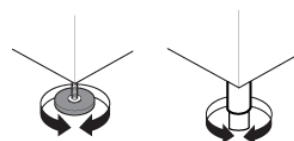

Fig. 5
- 3- Positionner et mettre la machine à niveau à l'aide des pieds à vis en dotation. (Fig.5)